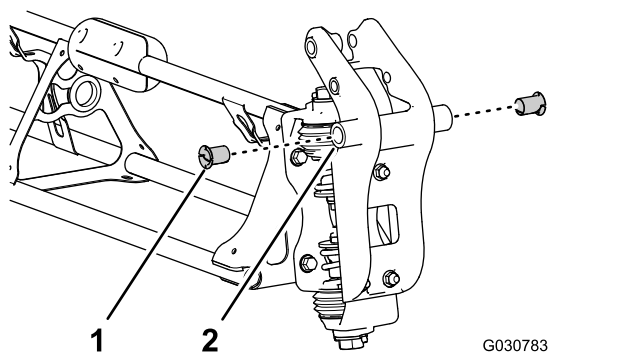

Figure 134
- Insérez des bagues à embase en nylon dans le trou de 31,8 mm de chaque côté de la fixation de pivot (Figure 134).